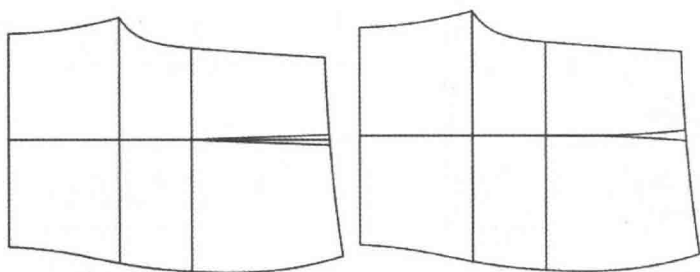

图 7-92 画腰省步骤 3
(20) 选择  【调整】工具把腰省调整为弧形省(图 7-92)。